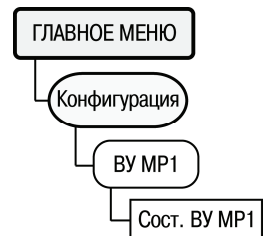

Рисунок 6.6
6.7.2 Работа MP1 контролируется по значениям **«//Конфигурация/Сост.ВУ MP1»** (рисунок 6.6). Оперативный параметр, отображающий текущее состояние выходов блока MP1. Тип отображения – бинарный. Младший разряд соответствует выходу 8 MP1, старший – выходу 1 MP1.